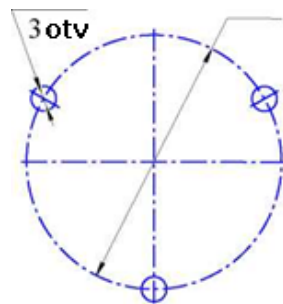
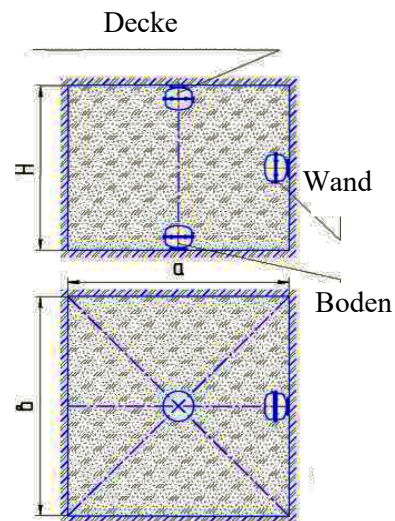

Bild 3
Bild 4
6.2 Die Aufhängung 8 kann unter der Decke (Bild 1) oder die Aufhängung 9 (Bild 2) kann an der Wand angebracht werden. Markieren Sie bitte die Stellen für die Befestigung der Aufhängung wie auf dem (Bild 3) und an der Wand gem. (Bild 4) dargestellt.
6.6 Die Konfiguration der Pulverausbreitung und die Darstellung der Löschflächen bei der Deckenbefestigung ist auf Bild 3 und den Tabellen 3 und 4, bei der Wandbefestigung auf Bild 4 und in der Tabelle 5 dargestellt.